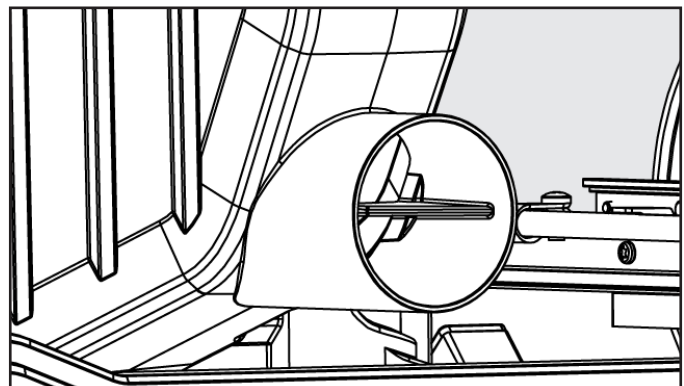

FIGURE 22
8. Tenir la pièce à plat sur la table et contre le guide (A). La pièce doit avoir un bord droit contre le guide et ne doit pas être déformée, tordue ou courbée. Voir la position appropriée des mains sur la figure 22.